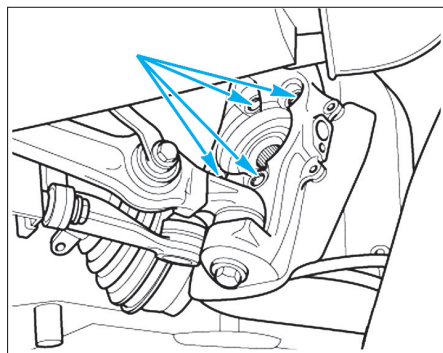

Fig. 25
- Déposer les 4 vis du moyeu sur le pivot (Fig.25).